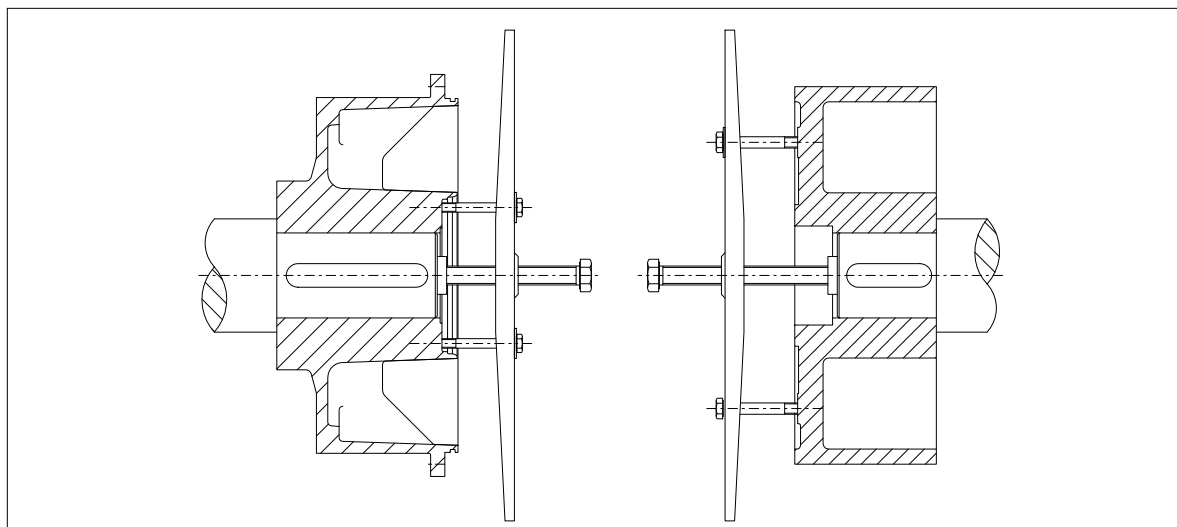

Bild 13: Ausbau der FLUDEX-Kupplung -c
Im Nabenträgerteil (120) befinden sich stirnseitig, in der Nabe, zwei um 180° versetzte Gewindebohrungen, die zum Einbringen von Zugschrauben genutzt werden können (siehe Bild 13).